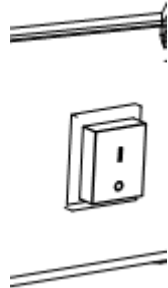

Figure 2
- a. Placer l'interrupteur d'alimentation sur la position I, et vérifier que le ventilateur fonctionne correctement (Fig. 2).